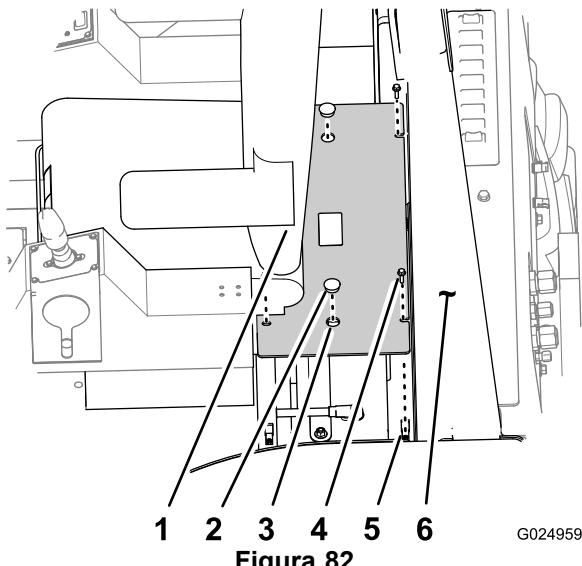

Figura 82
3. Retire los 4 pernos que sujetan la tapa de la batería a la plataforma del ROPS (Figura 82).
1. Alinee los taladros de las pestañas de montaje de la tapa de la batería con las tuercas de chapa de la plataforma del ROPS, alrededor de la batería (Figura 82).
2. Sujete la tapa de la batería a la plataforma del ROPS con los 4 pernos (Figura 82).